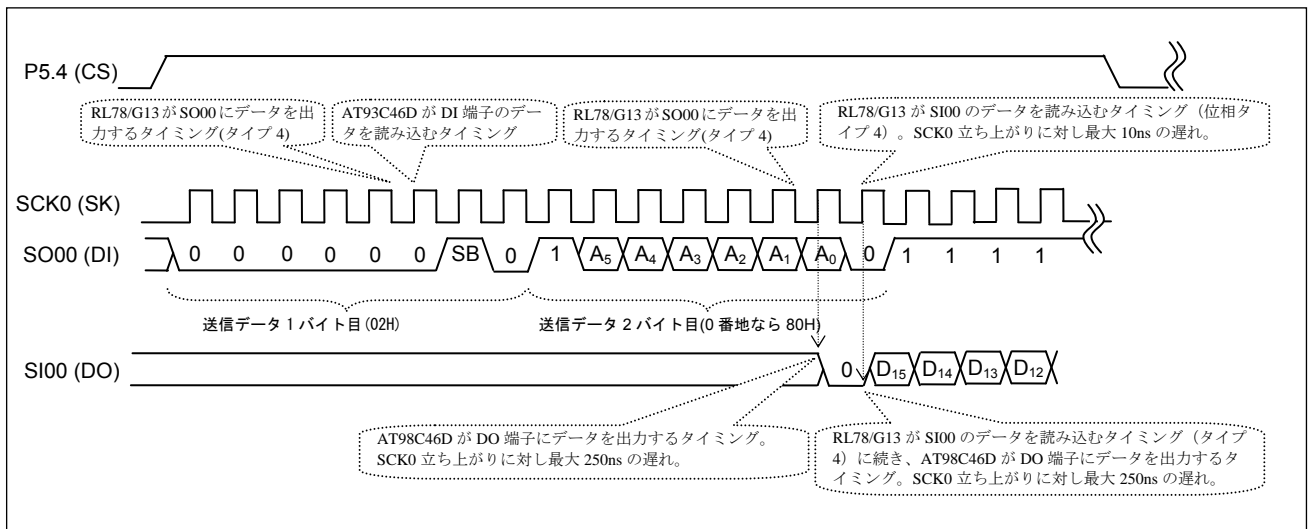

図 5.2 READ 命令実行時のタイミング
- (5) 対向機器 (AT93C46D) に READ 命令 (データ読み出し) を実行します。0 番地から 63 番地までを順に読み出し、書き込んだデータと同じ内容が読み出せていることをデバッガ (CubeSuite+) の画面上で確認します。読み出し範囲は対向機器 (AT93C46D) の 0 番地から 63 番地までなので、READ 命令は 64 回実行されます。図 5.2 に、READ 命令実行時のタイミングを示します。
読み込むデータは、1 番地あたり 2 バイトです。読み出し命令は、スタートビット(1)、OpC(2)、アドレス(6)、タイミング調整のダミービット[値 0] (1)、データ読み出し中のクロック供給を促すためのダミービット[値 FFFFH] (16)の計 26 ビットを unsigned char 型 4 バイトに後ろ (LSB) 詰め格納して送信します。つまり 1 バイト目は 00000010B、2 バイト目は 1A₅A₄A₃A₂A₁A₀0B、そして 3 バイト目は FFH、4 バイト目も FFH となり、これを MSB ファーストで送信します。また、対向機器 (AT93C46D) はクロックの立ち上がりタイミングで DI 端子のデータを読み込みますが、DO 端子へのデータ出力もクロック立ち上がりのタイミングに同期します。そのため、本来であれば命令 3 バイト目から位相をタイプ 4 からタイプ 2 に変更するのが正しい方法ですが、AT93C46D の出力遅延時間が最大で 250ns であり、CSI00 のホールドタイムに比べて十分大きいことを考慮し、本アプリケーションでは位相タイプ 4 のまま送受信を継続させております。ただしこれはあくまで実験的な試みですので、お客様の開発におかれましては通信対向機器のデータシートをご確認頂き、仕様に合った設計をして頂きますようお願いいたします。図 5.2 に READ 命令実行時のタイミングを示します。